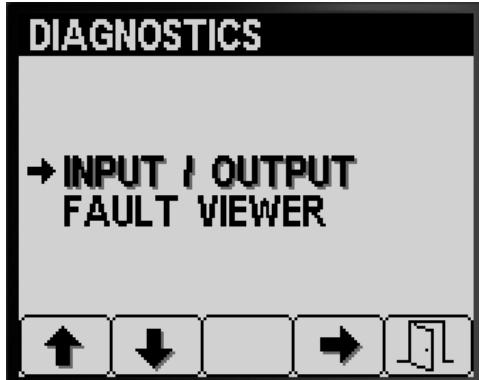

Figura 84
1. Prima o botão 1 ou 2 no ecrã Diagnóstico até encontrar a opção ENTRADA/SAÍDA (Figura 84).
2. Prima o botão 3 para selecionar a entrada ENTRADA/SAÍDA (Figura 84).
4. Prima o botão 5 para sair do ecrã ENTRADA/SAÍDA e voltar ao ecrã DIAGNÓSTICO (Figura 84).